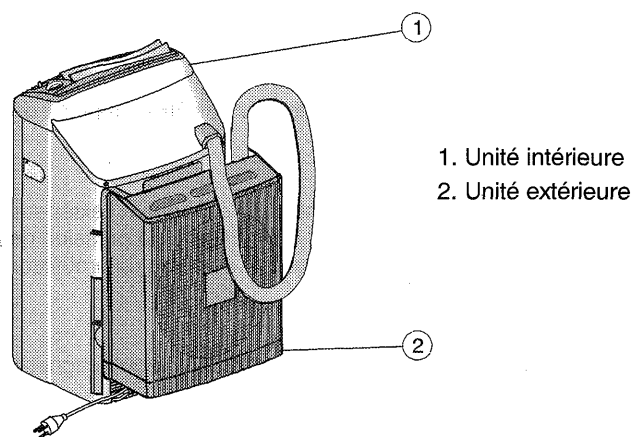

Figure 25. Les unités fixées l'une à l'autre pour le déplacement - Modèle 3.1 KW (R407C)
## □ DÉPLACEMENT ET RANGEMENT – POUR TOUS LES MODÈLES (Voir Figure 25)
Les unités intérieures et extérieures doivent être fixées l'une à l'autre (Figure 25) pour le déplacement ou le rangement du climatiseur. Pour attacher les unités, insérez les broches d'attachement (10) de l'unité extérieure dans les trous (2) de l'unité intérieure destinés à cet effet (voir Figure 3).